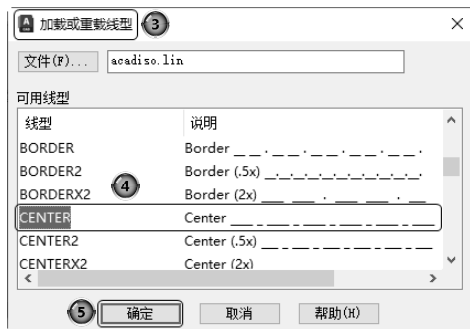

图 2-18 加载新线型
⑤ 在“选择线型”对话框中②单击“加载”按钮，③系统打开“加载或重载线型”对话框，④选择 CENTER 线型，如图 2-18 所示。⑤单击“确定”按钮后返回“选择线型”对话框。